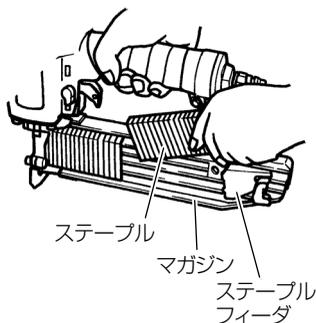

図 6
- ステープルをマガジンの上方から1連ずつ入れ、手で前方へ送ります。(図6)